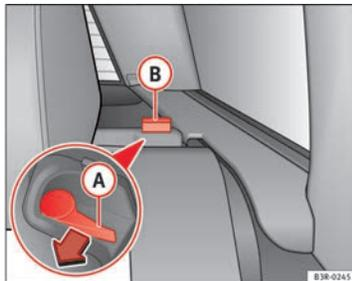

Abb. 125 Entriegelungshebel der Rückenlehne
- Den Entriegelungshebel (A) ⇒ Abb. 125 in Pfeilrichtung bewegen.